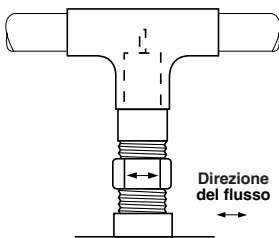
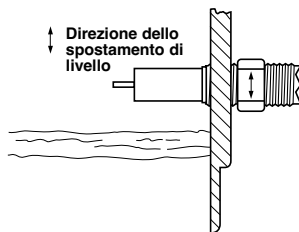

Figura 3a (flusso)
Figura 3b (livello)
3. Assicurarsi che il sensore sia orientato adeguatamente per il flusso (consultare la **Figura 3a**) o il livello (consultare la **Figura 3b**).